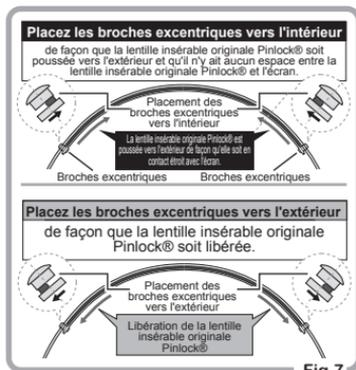

Fig.7
- ① Retirez l'écran du casque et détachez la lentille insérable originale Pinlock® de l'écran.
- ② Ajustez les broches excentriques en les faisant pivoter avec un outil. (Fig.7)
- ③ Réajustez la lentille insérable originale Pinlock® sur l'écran. Assurez-vous qu'il n'y a aucun espace entre la lentille insérable originale Pinlock® et l'écran après avoir fixé l'écran sur le casque. S'il y a un espace quelconque, veuillez répéter les mêmes étapes.